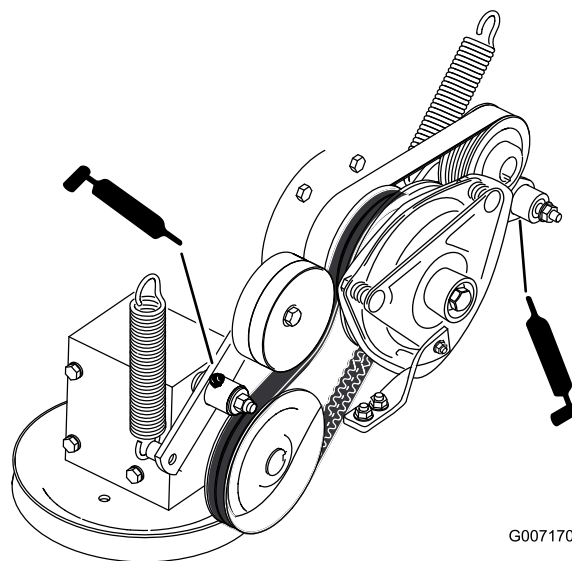

Figura 43
6. Engrase el brazo tensor de la correa de transmisión de la TDF (Figura 43).
7. Engrase el brazo tensor de la correa de la bomba (Figura 43).